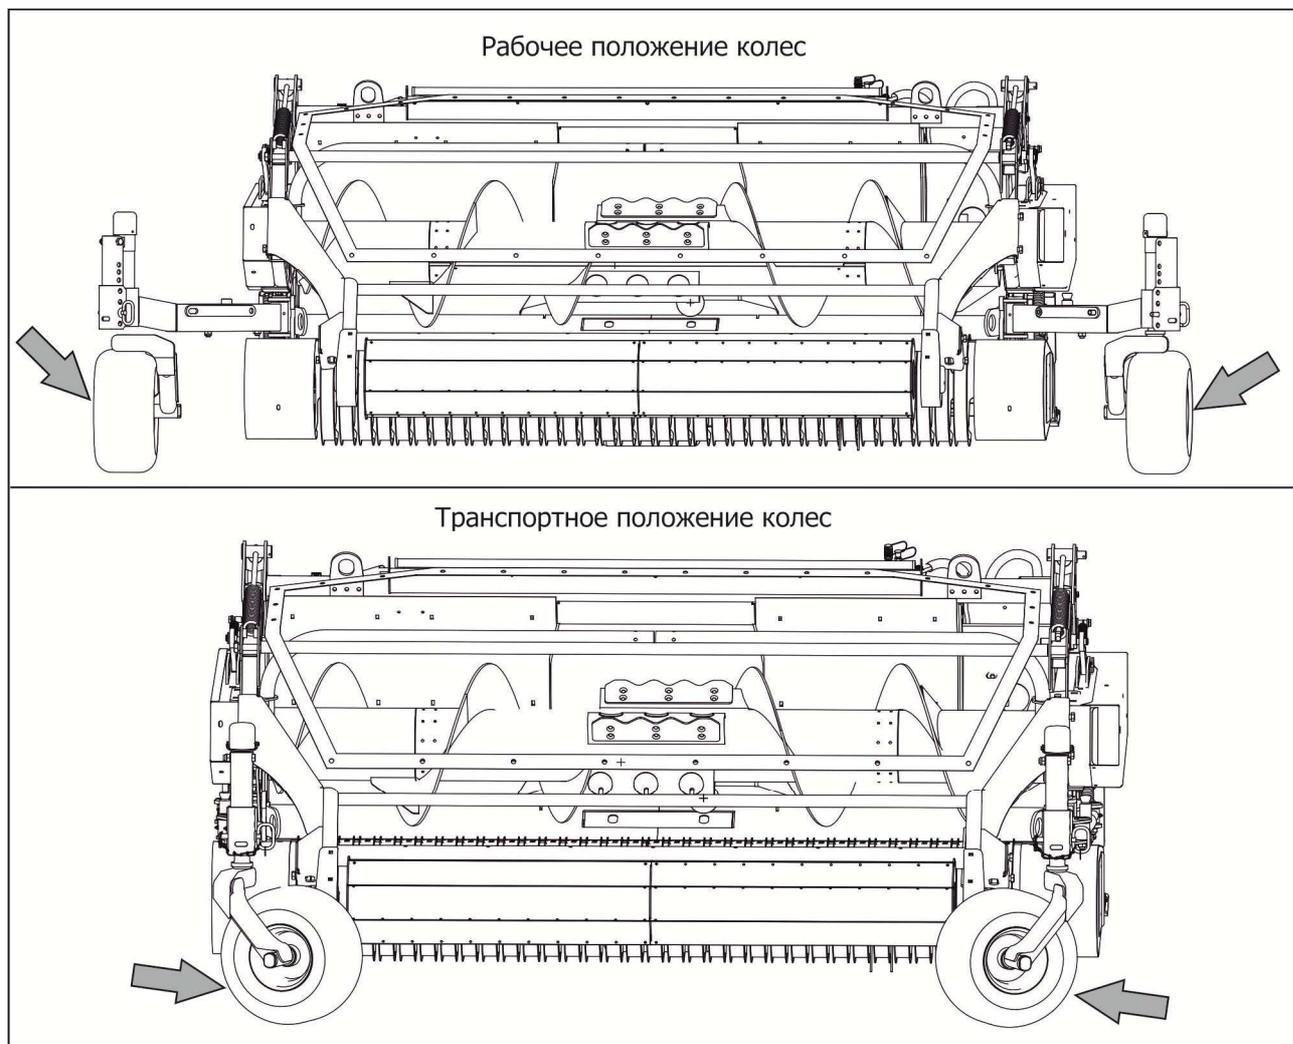

Рисунок 6.2
1. Перевести флюгерные колеса в рабочее положение (рисунок 6.2);
6.2.7.2 **ВАЖНО!** При транспортировании подборщика по дорогам общего пользования или при переезде с поля на поле, для исключения подпрыгивания нормализатора необходимо зафиксировать его при помощи страховочной тяги (рисунок 6.15), предварительно переводя колеса в транспортное положение (рисунок 6.2).